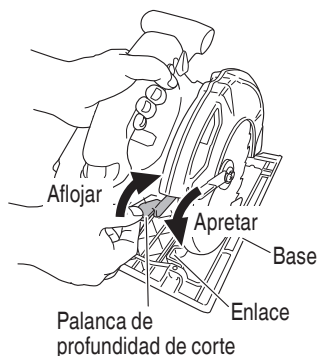
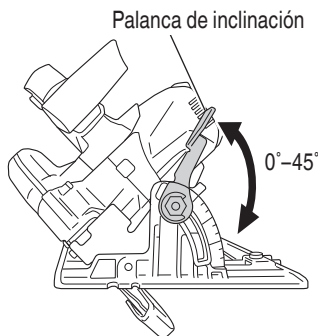

Fig. 16
Fig. 17
7. Verifique si la palanca de profundidad de corte y la palanca de inclinación están apretadas. Si la palanca de profundidad de corte con la que se ajusta la profundidad de corte (Fig. 16) y la palanca de inclinación con la que se ajusta el ángulo de inclinación (Fig. 17) están sueltas, pueden resultar en lesiones físicas. Asegúrese de que estén fijadas de forma segura. Asegúrese de que se encuentren firmemente apretadas.
1. Ajuste de la profundidad de corte (Fig. 16)
Como se muestra en la Fig. 17 aflojando la palanca de inclinación en el calibrador de inclinación y en la tuerca de mariposa, la hoja de la sierra se puede inclinar hasta un ángulo máximo de 45° en relación con la base.
Si la palanca de ajuste de la profundidad de corte (Fig. 16) estuviese floja, podrían producirse lesiones. Cerciórese de que esté apretada con seguridad.